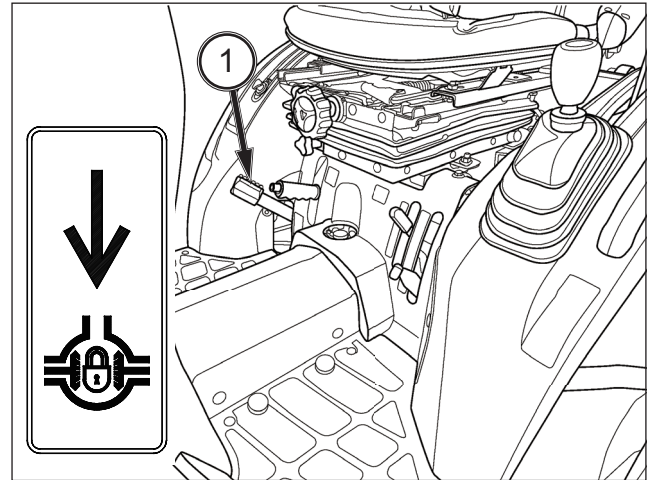

ABB. 57
ABB. 57: Wenn das Differenzialsperrpedal (1) getreten wird, sind die Zahnräder des Heckdifferentials kraftschlüssig miteinander verbunden und übertragen die Antriebskraft gleichmäßig auf beide Hinterräder. Dies ist insbesondere bei Arbeiten auf unbefestigtem oder rutschigem Untergrund wichtig.